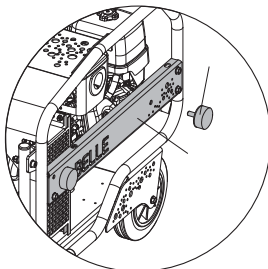

рис. 2
3. Ввинтить 2 антивибрационные опоры с помощью двух шайб и гаек М10 из комплекта в установочные отверстия в новом щитке, затянуть вручную (см. рис. 2)